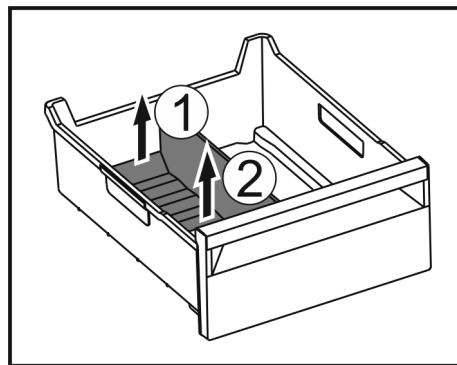

Fig. 234
- ▶ Zvedněte zadní část přepážky přihrádky na led. Fig. 234 (1)
- ▶ Přepážku přihrádky na led vyjměte nahoru. Fig. 234 (2)